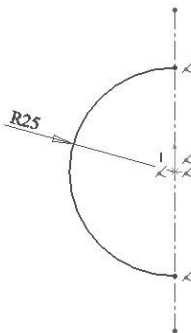

Рисунок 8.6 – Ескіз основи деталі
- вибрати площину «**Front Plane**» та побудувати ескіз поверхні, яку створюватимемо методом повороту (рис. 8.6).